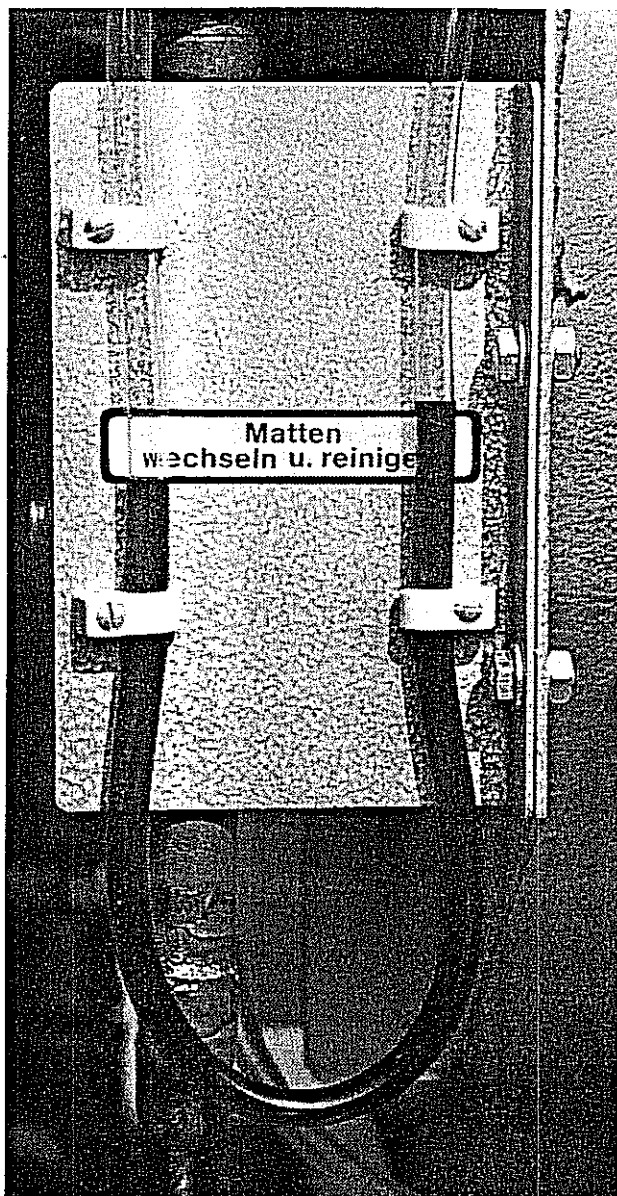

Bild 18: U-Rohr-Manometer (27) zur Prüfung des Verschmutzungsgrades der Filtermatte
Ein weiteres U-Rohr-Manometer (27) ist innerhalb der Maschine (am Ventilator) angebracht. Siehe Bild 18. Hier wird der Verschmutzungsgrad der Filtermatte gemessen. Bei einer sauberen Filtermatte beträgt der Unterschied der beiden Wassersäulen ca. 10 mm (Eigenwiderstand der Schallschutzhaube (15)), wie es Bild 18 zeigt.